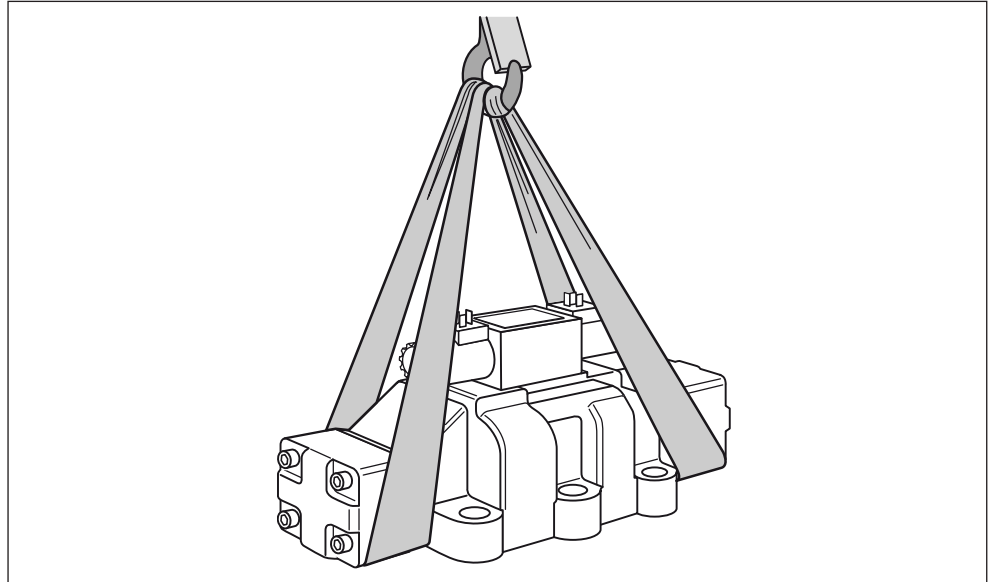

Fig. 1: Posição da esteira de transporte
- ▶ Coloque uma esteira de transporte à volta da válvula hidráulica de forma que não passe por cima de peças montadas (por ex. válvula piloto, imãs, ver fig. 1)